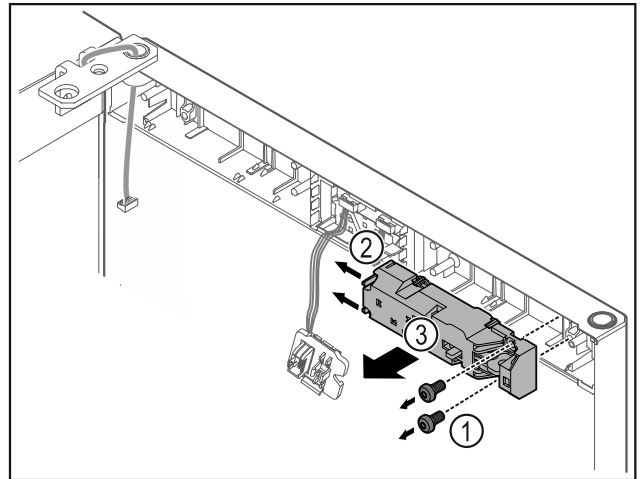

Fig. 18
- ▶ Retirer les vis Fig. 18 (1).
- ▶ Pousser les ergots sur le côté Fig. 18 (2) et retirer la serrure électrique Fig. 18 (3).